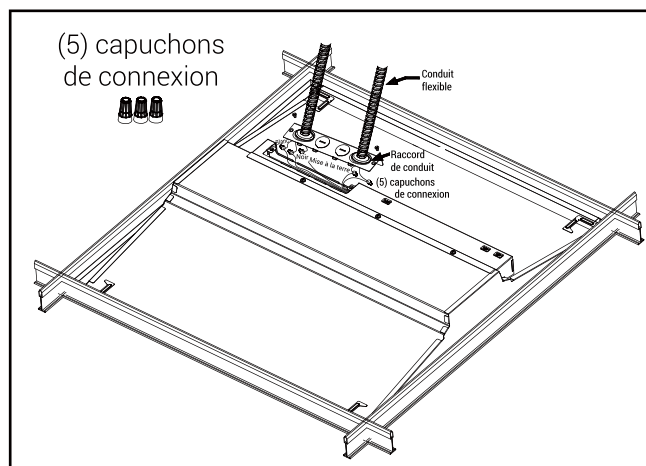

Figure 4.
7. Utiliser les trois capuchons de connexion pour raccorder le fil de mise à la terre avec le fil de mise à la terre de l'alimentation, le fil noir (alimentation) avec le fil noir d'alimentation et le blanc (neutre) avec le fil blanc d'alimentation (Fig. 4).